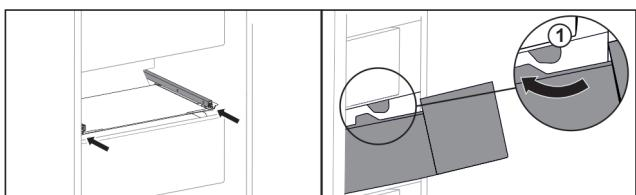

Fig. 160
- Обведите выдвижной ящик вокруг стопора Fig. 160 (1).